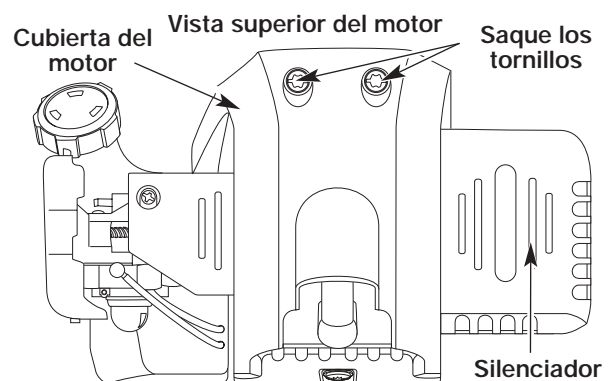

Figure 51
2. Quite los dos (2) Tornillos de encima de la tapa del motor con un destornillador de pala o Torx #25 (Fig. 51).
6. Saque la cubierta del motor (Fig. 51).